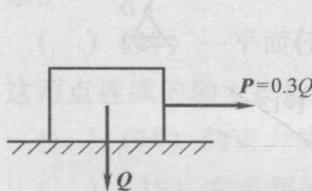

图 1-6
(6) 一个不平衡的平面汇交力系, 若满足  $\sum F_x = 0$  的条件, 则其合力的方位应是 ( )。
(7) 已知力  $F_1$  和  $F_2$  都作用于同一点, 其合力  $F_R = F_1 + F_2$ , 则各力大小之间的关系为 ( )。
(8) 图 1-6 所示物块重量为  $Q$ , 水平拉力  $P = 0.3Q$ , 若物块与水平面间摩擦系数  $f = 0.35$ , 则重物与水平面间的摩擦力应为 ( )。